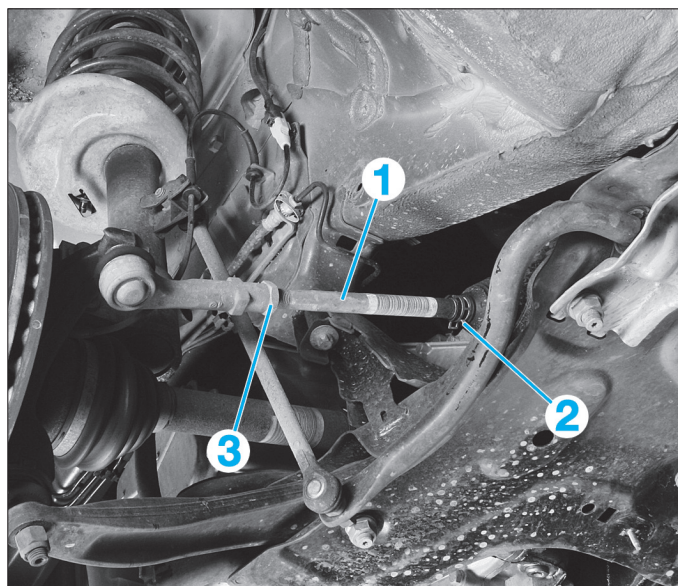

Fig. 3
- Le parallélisme se règle par l'allongement ou le raccourcissement de la longueur des biellettes de direction (1), en les tournant par leur empreinte hexagonale, après avoir desserré le collier (1) et le contre-écrou (2) (Fig.3).